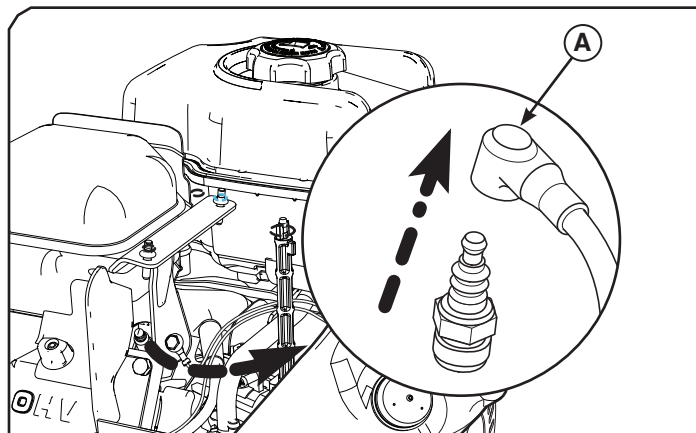

Figure 6
1. Pendant que le moteur est arrêté mais encore chaud, enlever la clé puis déconnecter le câble de la bougie (A, Figure 6) et le tenir à l'écart de la bougie.